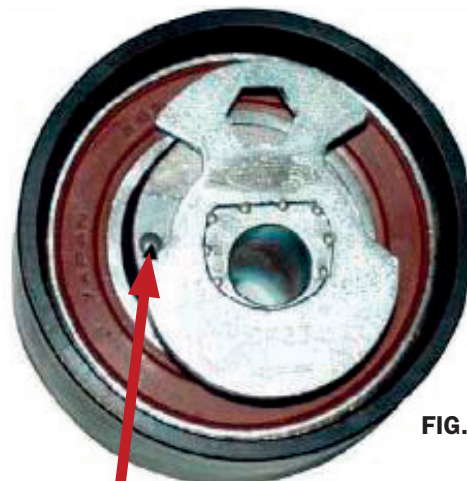

FIG. 2
7. Draai de spanrol met de klok mee (met een inbussleutel) totdat het controlepunt net boven het lage punt van de uitkeping is gepositioneerd (fig. 2).
11. Draai de motor 2 omwentelingen met de klok mee en zorg ervoor dat het controlepunt gepositioneerd is net boven het lage punt van de uitkeping (fig. 2). Herhaal de procedure van begin af aan als de positie onjuist is.